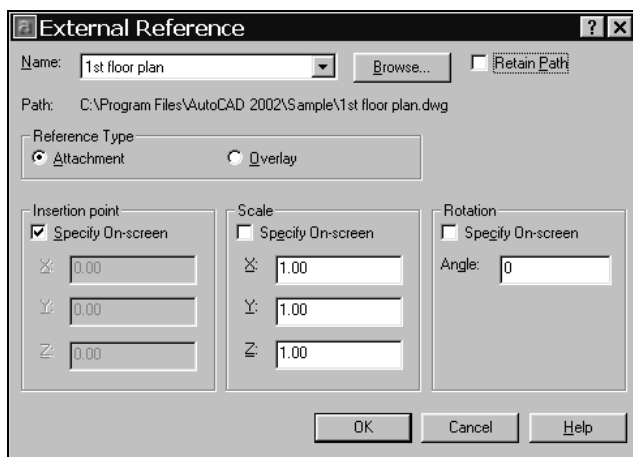

Рис. 7.13. Диалоговое окно **External Reference**
1. Два раза щелкнуть левой кнопкой мыши по пиктограмме внешней ссылки в палитре для вызова диалогового окна **External Reference** (Внешняя ссылка) (рис. 7.13). Его можно также вызвать после выполнения следующих операций: